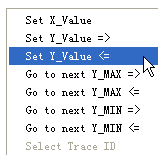
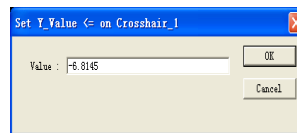

图 7.4 游标位置设置
图 7.5 游标 1 Y 值设置
(3) 鼠标在示波器显示面板内移到游标 1 处，单击右键，屏幕上弹出游标位置设置窗口，如图 7.4 所示；点击 Set Y_Value <= 项，屏幕弹出游标 1 的 Y 值设置窗口，见图 7.5 所示；根据上升沿的定义，上升沿 10% 处的 Y 值是 -6.8145V。